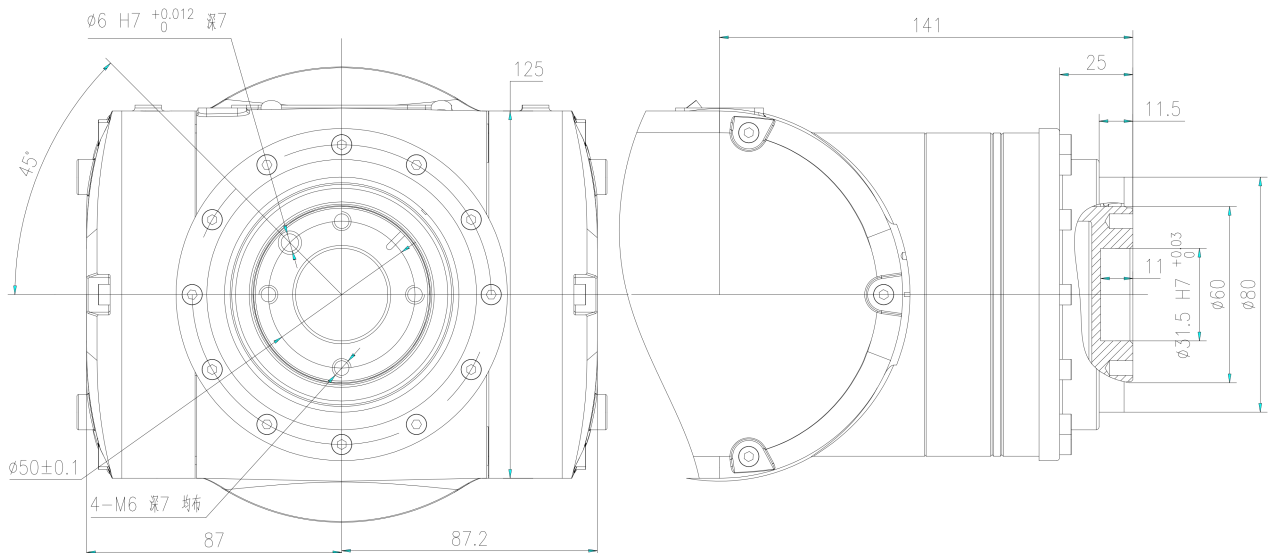

图 3-9 末端负载安装法兰尺寸
1) 拆除图 3-9 示螺钉（4-M4x8），使用工具：内六角扳手。